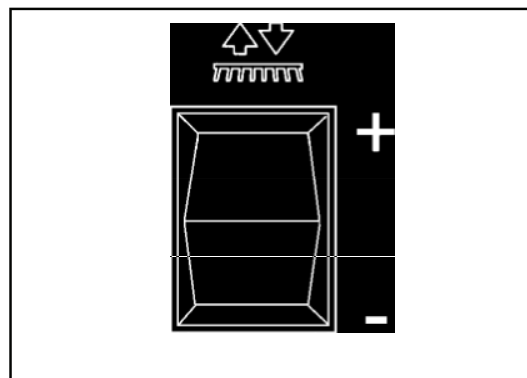

Figure 27
Les brosses sont utilisées pour assurer l'agitation de la solution, ce qui améliore le processus de nettoyage. L'importance de la pression appliquée peut être réglée sur cinq niveaux différents afin de s'adapter à tous les sols, quel que soit leur état. Ces différents niveaux sont indiqués sur l'afficheur LCD situé à l'avant de la machine (figure 26B). Pour régler la pression d'applique sur les brosses, utilisez le commutateur des brosses (figure 27).
1. Pressez le côté « + » du l'interrupteur (figure 27).
1. Pressez le côté « - » du l'interrupteur (figure 27).